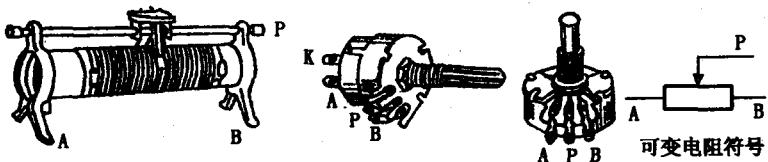

图 1-2 滑线变阻器与电位器
(4) 滑线变阻器与电位器。滑线变阻器与电位器 (图 1-2) 主要用在电阻值要求经常变动的场合。